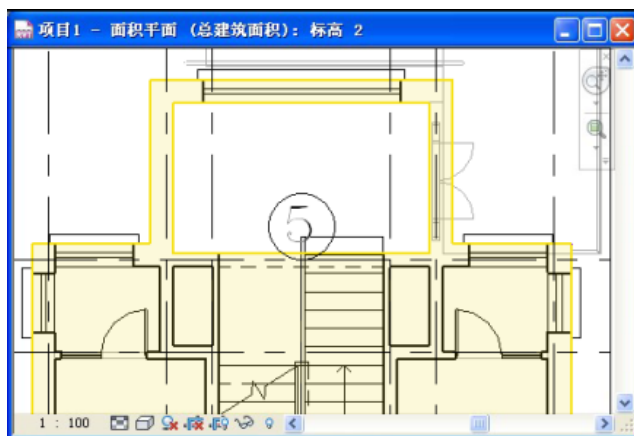

图 6-65
- 6) 在绘制 F2 面积平面时，需排除入口门厅上空面积（如图 6-65 所示）。